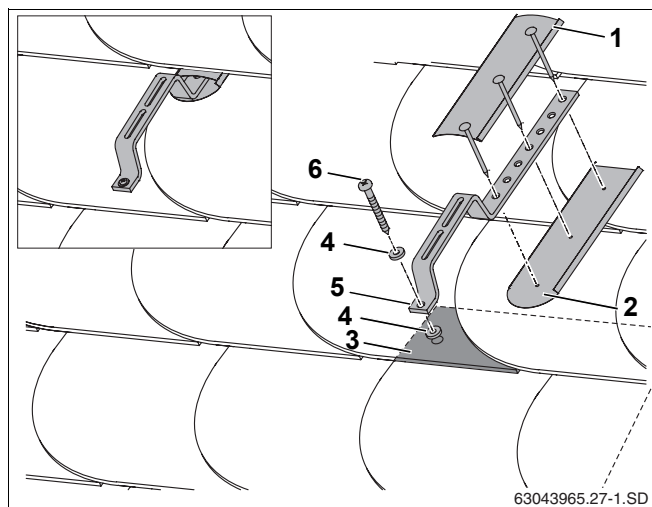

Fig. 26 Montajul pe înelitoarea din ardezie/șindrilă
Ca de exemplu, este prezentat montajul unui cârlig special și acoperirea etanșă cu table (Fig. 26, **Poz. 1** și **2**) ce trebuie puse la dispoziție de către beneficiar pe o înelitoare de ardezie/șindrilă.
- Montați cârligele speciale (Fig. 26, **Poz. 5**) și garnitura de etanșare (Fig. 26, **Poz. 4**) cu șurubul din dotare (Fig. 26, **Poz. 6**) pe înelitoarea din ardezie/șindrilă.
- Pentru asigurarea unui montaj etanș, trebuie să așezați table (de la beneficiar) peste și sub cârligul special (Fig. 26, **Poz. 1, 2**).
Partea din față a cârligului special trebuie să se găsească pe porțiunea de înelitoare suprapusă (petrecută) (Fig. 26, **Poz. 3**).